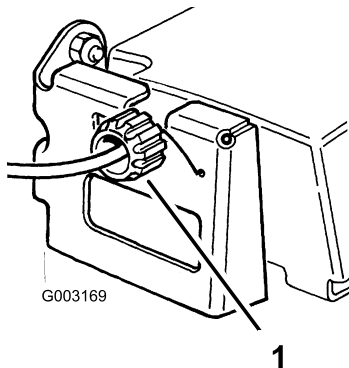

Figura 25
2. Gire el mando de control en el sentido de las agujas del reloj 1/2 vuelta si el cortacésped no avanza. Si el cortacésped avanza lentamente, gire el mando 1/2 vuelta en el sentido opuesto a las agujas del reloj para aflojar la correa (Figura 25).